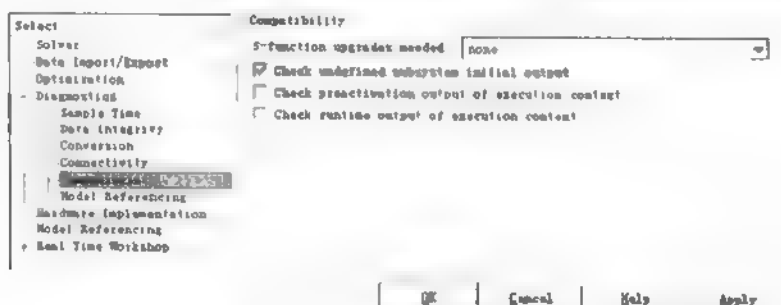

图 3.12 设置 Compatibility 参数
6) **Compatibility**: 该选项组允许用户设置相应的诊断措施, 以便在模型升级或者模型仿真过程中, 检测到 Simulink 不同版本之间的不兼容性时采取相应的应对措施, 如图 3.12 所示。